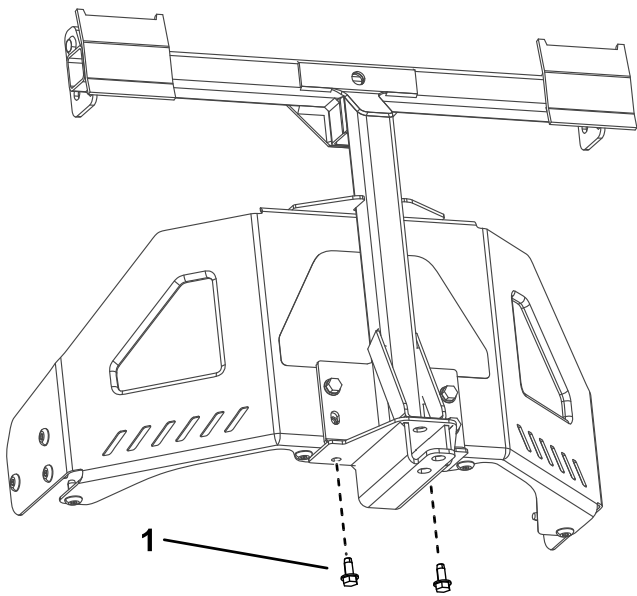

Bild 11
3. Befestigen Sie den Drehrahmen mit zwei Blechschrauben (5/16" x 3/4") an der Unterseite des Maschinenrahmens, wie in Bild 11 abgebildet.